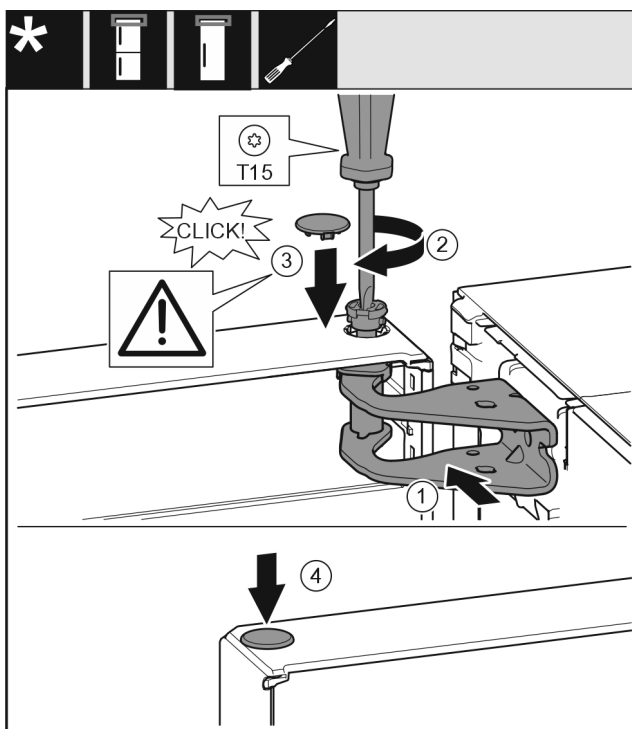

Fig. 21
- ▶ Вирівняйте дверцята зверху по отвору в опорному кронштейні. Fig. 21 (1)
- ▶ Вставте штифт Fig. 21 (2) та закрутіть за допомогою викрутки.
- ▶ Встановіть захисну кришку Fig. 21 (3) для захисту дверцят: Вставте захисну кришку і проконтролюйте, щоб вона прилягала до дверцят. Якщо це не так, повністю вставте штифт.
- ▶ Вставте пробку Fig. 21 (4).